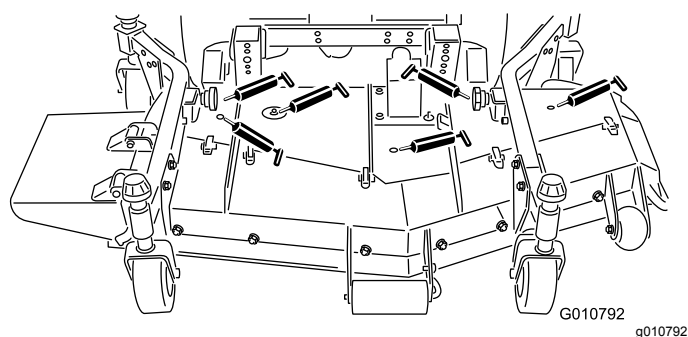

Figura 17
- Cojinetes del eje de la cuchilla (Figura 17)
- Articulaciones esféricas de los brazos de empuje izquierdo y derecho (Figura 17)